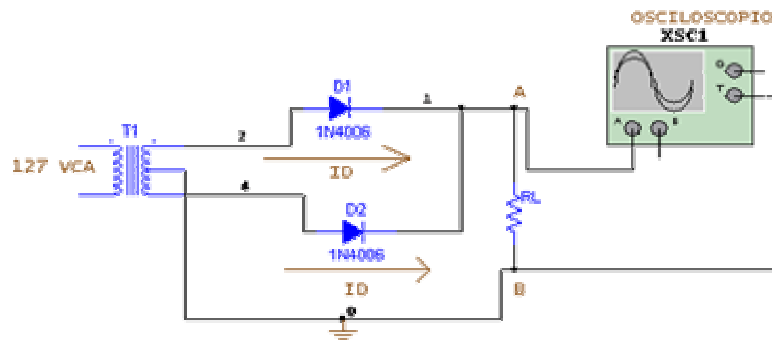

Figura 2
- a) Armar el circuito rectificador de onda completa de la figura 2, empleando la derivación central del transformador.